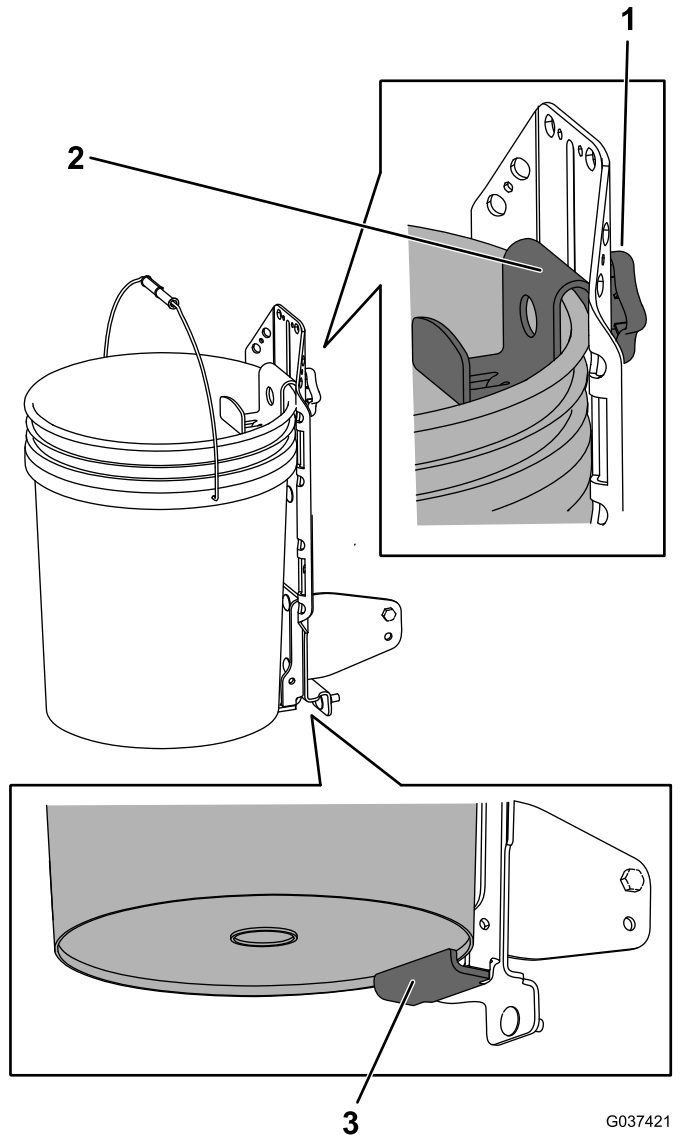

Рисунок 18
1. Ослабте руків'я і підніміть верхній кронштейн. Затягніть руків'я, щоб утримувати її на місці (Рисунок 18).
2. Якщо ви зняли шарнірний кронштейн, розташуйте нижній ніс ножа на нижній виступ зварного опорного кронштейна (Рисунок 18).
3. Ослабте руків'я і опустіть верхній кронштейн якомога далі від краю ножа. Затягніть руків'я (Рисунок 18).